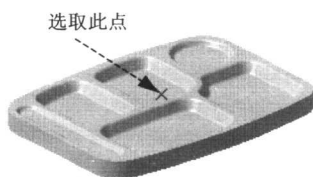

图 1.11 选取点
(1) 单击“Part Operation”对话框中的按钮，系统弹出“Default reference machining axis for Part Operation.1”对话框。
(2) 在对话框的 Axis Name : 文本框中输入坐标系名称“machine axis.1”。
(3) 单击坐标原点，选择如图 1.11 所示的点，再单击“machine axis.1”对话框中的 Z 轴感应区，系统弹出“Direction Z”对话框，单击对话框中的 Reverse Direction 按钮，然后单击按钮。单击“machine axis.1”对话框中的按钮，完成加工坐标系的定义（如图 1.12 所示）。